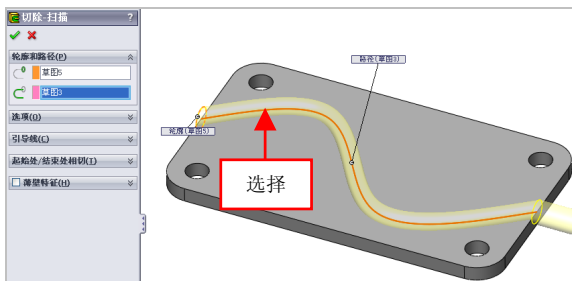

图 5-34 选择轮廓和路径对象
(3) 弹出【切除-扫描】属性管理器，在绘图区中，选择圆为轮廓对象，选择曲线为路径对象，如图 5-34 所示。